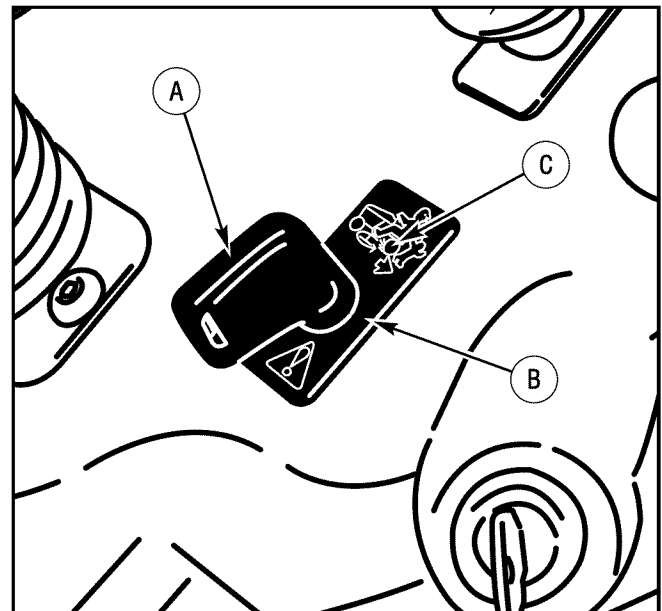

Figura 16: Opción de corte en marcha atrás (RMO, por sus siglas en inglés)
2. Inserte la llave suministrada en el interruptor RMO, ubicado a la derecha de los acoplamientos del volante (Figura 16).